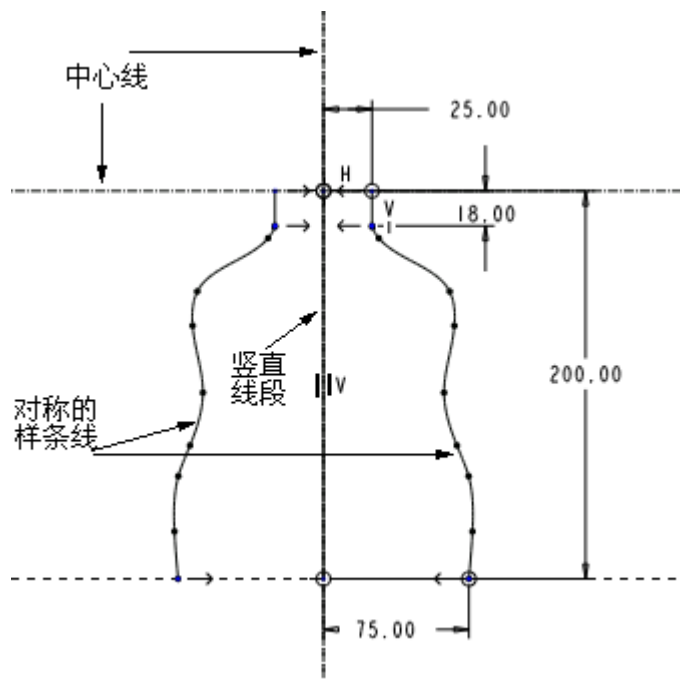

图 45-3
- (1) 单击基准特征工具栏中的  按钮，打开【草绘的基准曲线】对话框。
- (2) 选择 FRONT 基准面为草绘平面，RIGHT 基准面作为参照面，单击【草绘】按钮，进入草绘工作界面。
- (3) 绘制如图 45-3 所示的草图。